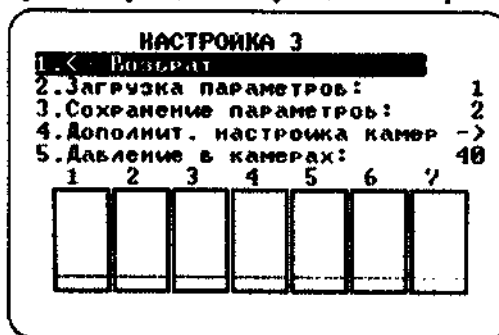

Рис. 3.3
- «Дополнительные параметры» - переход в следующее табло режима настройки (рис.3.3).